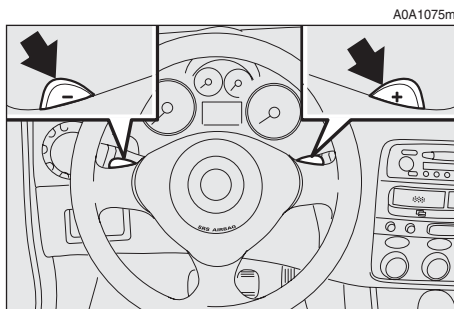

fig. 135
- les leviers au volant (**fig. 135**).